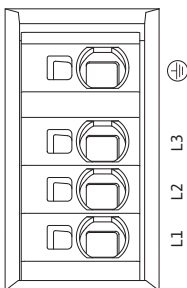

Fig. 30: Силовые клеммы (сетевые соединительные клеммы)
- Силовые клеммы (сетевые соединительные клеммы) (Fig. 30)